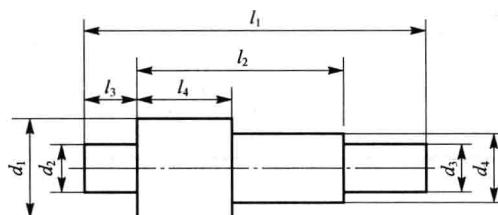

图 1-9 小轴
(4) 指出下列工艺过程中的工序、安装、工位及工步。小轴(坯料为棒料)如图 1-9 所示, 加工顺序如下: